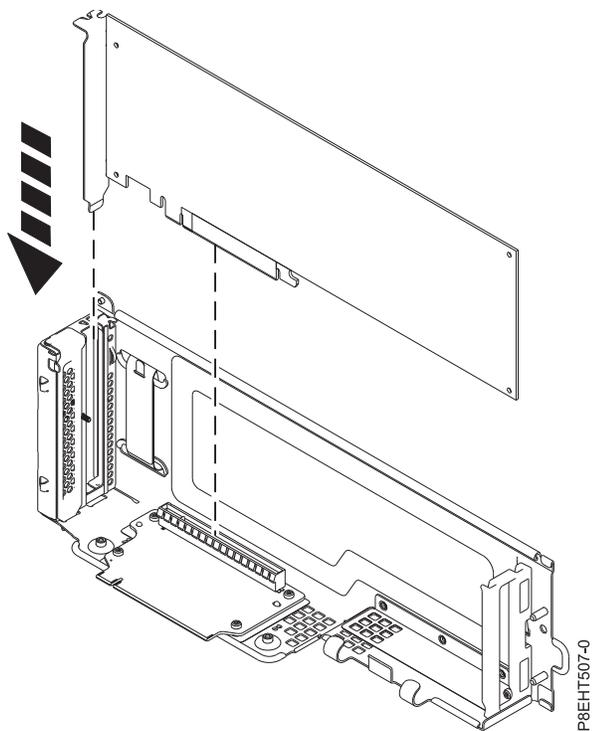

図 42. PCIe ライザーへの PCIe カードの挿入
2. 交換用の PCIe アダプターを PCIe ライザーに挿入し、正しく位置合わせして、完全にスロットに挿入します。 46 ページの図 42を参照してください。